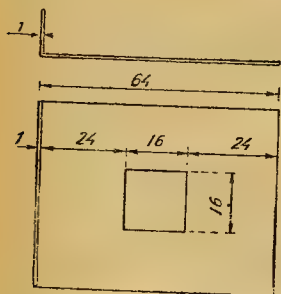

Рис. 46
- 4— катушка контура увлекаемого генератора (5) [31]
- 5— синхронизирующий потенциометр (2)
- 6— сопротивление в 4 000 Ω (3)
- 7— ограничительная рамка, изготавливаемая из железа или латуни, размеры указаны на рис. 46.